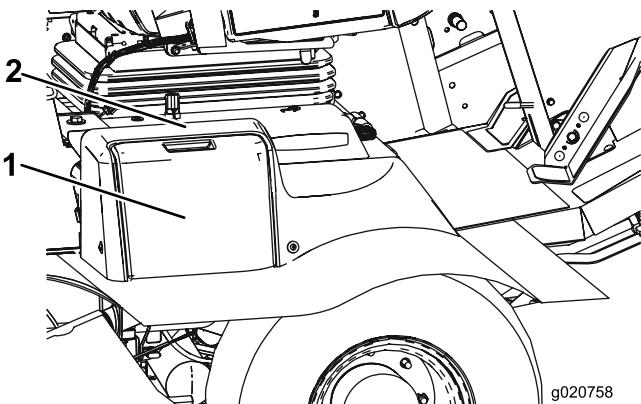

Figura 54
1. Aprite il coperchio della batteria (Figura 54). sul lato della copertura.
Nota: Premete sulla superficie piatta sopra il coperchio della batteria per facilitare la rimozione del coperchio (Figura 54).